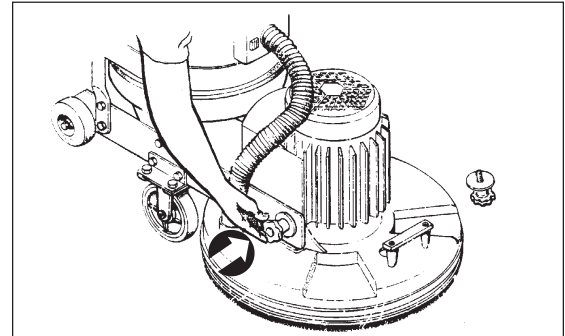

Abbildung 2
4. Entfernen Sie beide Handnoppen von der Schleifeinheit und trennen Sie die Schleifeinheit vom Wagenrahmen (siehe Abbildung 2).